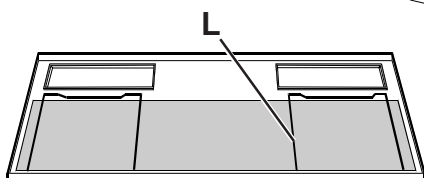

Fig. 5 - Abb. 5 - Obr. 5 - Afb. 5
- d. Quitar los sujetadores de fijación **L** del filtro de grasas y posteriormente extraerlo (Fig. 5). Cuando se procede al lavado del filtro de grasas, lavar también la rejilla con agua tibia enjabonada.